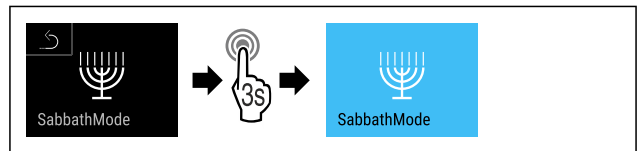

Fig. 15
- ▶ Udfør handlingstrinene (se Fig. 15).